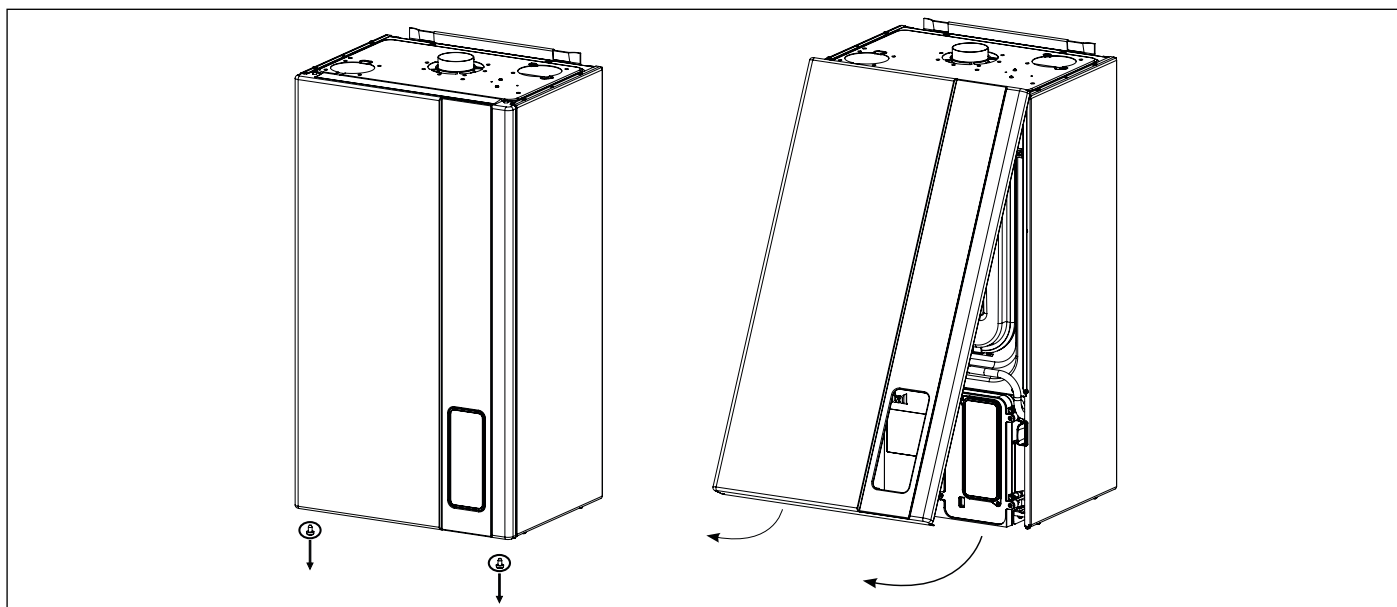

Fig. 35 Apertura revestimiento frontal
- Quitar el panel delantero exterior de la caldera (ver Fig. 35 Apertura revestimiento frontal).